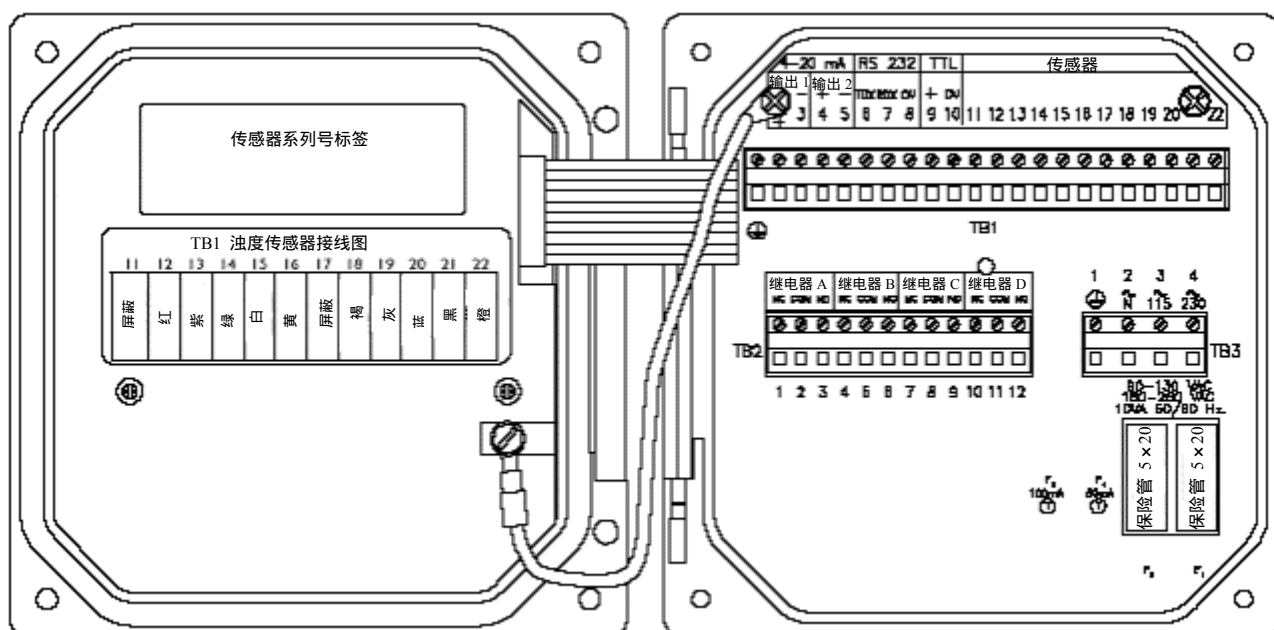

图 2-8 用于序列号无字母前缀的分析仪接线端子名称
- 无字母前缀序列号分析仪的 TB1 上（图 2-8）接线端子 1 的“ground symbol”（地线符号）